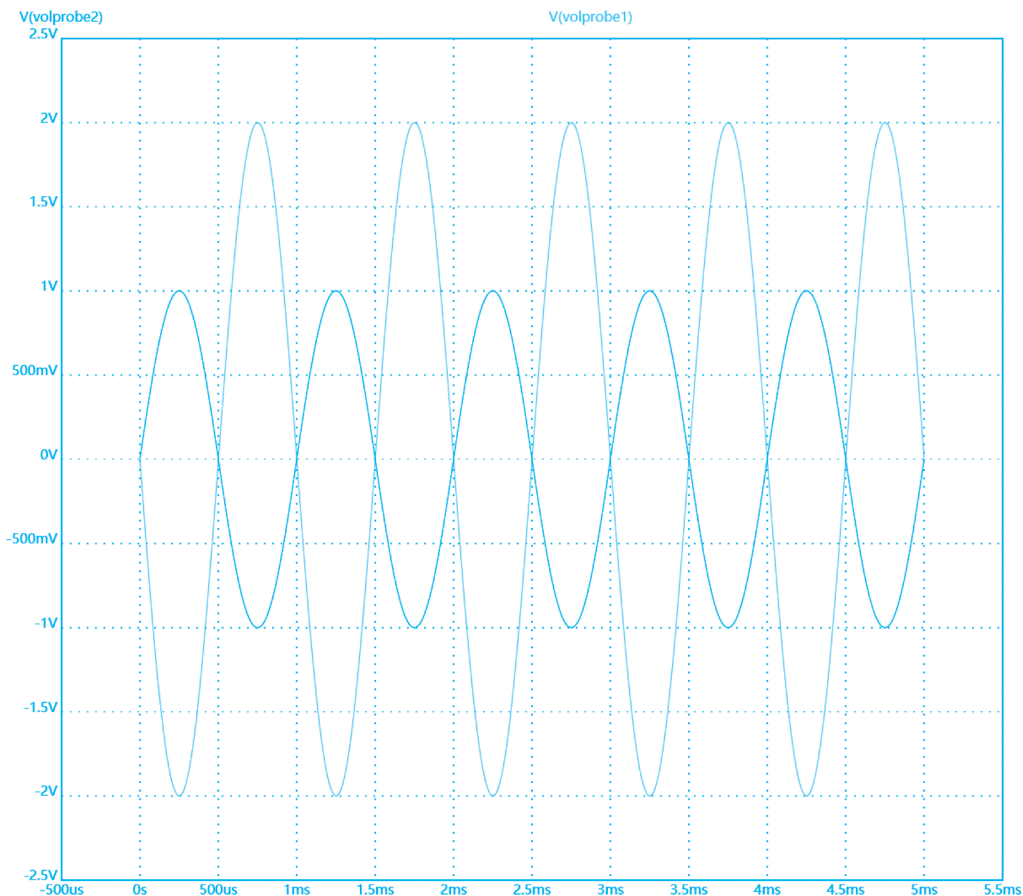

图 3-16 瞬态仿真结果波形
(1) 运行 Spice 仿真后,系统自动打开仿真结果波形显示界面 WaveForm,如图 3-16 所示,网络 IN 和 OUT 瞬态输出波形结果显示在图形中。
(2) 从图 3-16 所示的仿真波形中可以看出输出电压 $V(\text{OUT})$ 与输入 $V(\text{IN})$ 反相,幅度放大两倍。
(3) 保存原理图文件和工程,并退出该工程。